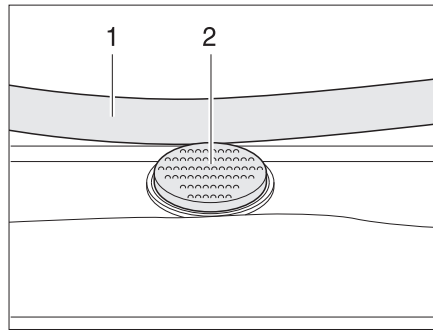

Fig. 42 Botón de seguridad en la claraboya Heki
- Pulsar el botón de seguridad (Fig. 42,2) y tirar la horquilla (Fig. 42,1) hacia abajo con ambas manos.
- Presionar el estribo hacia arriba con ambas manos hasta que la horquilla se encuentre encima del botón de seguridad (Fig. 42,2).